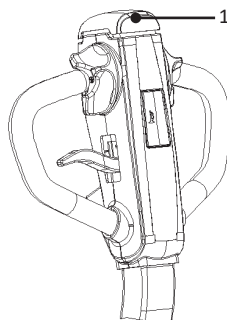

Fig. 11
**Buton de mers înapoi de urgență (Fig. 11)**